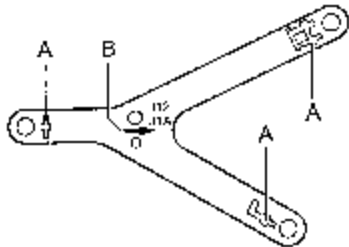
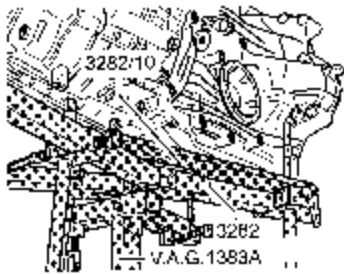

图 9-29 专用工具 3282/10
图 9-30 安装专用工具
(10) 把校对直尺 3282/10（图 9-29）放置到变速箱托架 3282 上（校对直尺只在一个位置中适配），把变速箱托架孔的悬臂依照孔径在校对直尺中对准按照图 9-30 所示，用螺栓将托架部件 A 安装到调整板上。变速箱举升器置于车辆下方，校对直尺上的箭头符号 B 应朝向车辆行驶方向（参见图 9-29）。